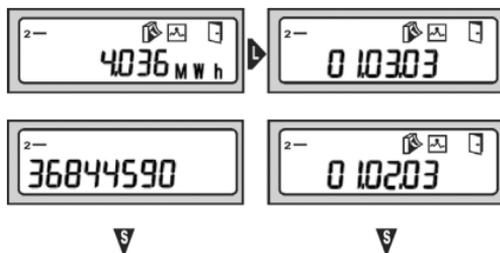

Рисунок 15. Просмотр параметров подгруппы
Для просмотра параметров, входящих в подгруппу, необходимо произвести продолжительное нажатие (L) кнопки управления. При этом символ «Дверь» на дисплее кратковременно исчезает и появляется вновь. После этого отпустить кнопку управления и на дисплее отобразится первый параметр подгруппы, рисунок 15.